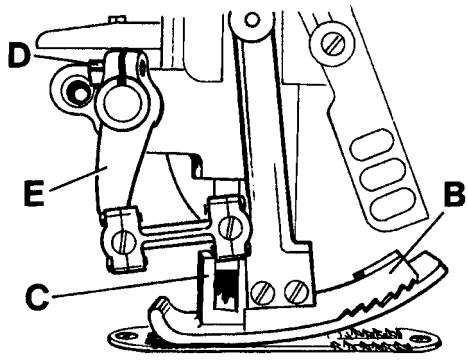

Fig. 17
Assemble the upper feed dog (B, Fig. 17). The upper feed dog should not push against the front or rear end when moving in the slots of presser foot (C).
For setting the upper feed dog with respect to the slot ends in the presser foot and the tooth spaces of the lower feed dog, loosen screw (D, Fig. 17) and turn drive lever (E) accordingly to the front or rear. Retighten screw (D).
Montieren Sie den Obertransporteur (B, Fig. 17). Der Obertransporteur darf bei seiner Bewegung in den Schlitten im Drückerfuß (C) weder vorne noch hinten anstoßen.
Zum Einstellen des Obertransporteurs im Bezug zu den Schlitzenden im Drückerfuß und zu den Zahnlücken des unteren Transporteurs lösen Sie die Schraube (D, Fig. 17) und schwenken den Antriebshebel (E) entsprechend nach vorne oder hinten. Ziehen Sie Schraube (D) wieder an.
The motion should be set so that the rear four teeth of the upper feed dog (B, Fig. 17) remain approx. 1/3 of their height in the presser foot slots when lifting.
Die Bewegung muß so eingestellt sein, daß die hinteren vier Zähne des Obertransporteurs (B, Fig. 17) beim Abheben noch mit etwa 1/3 ihrer Höhe in den Drückerfußschlitzen sind.